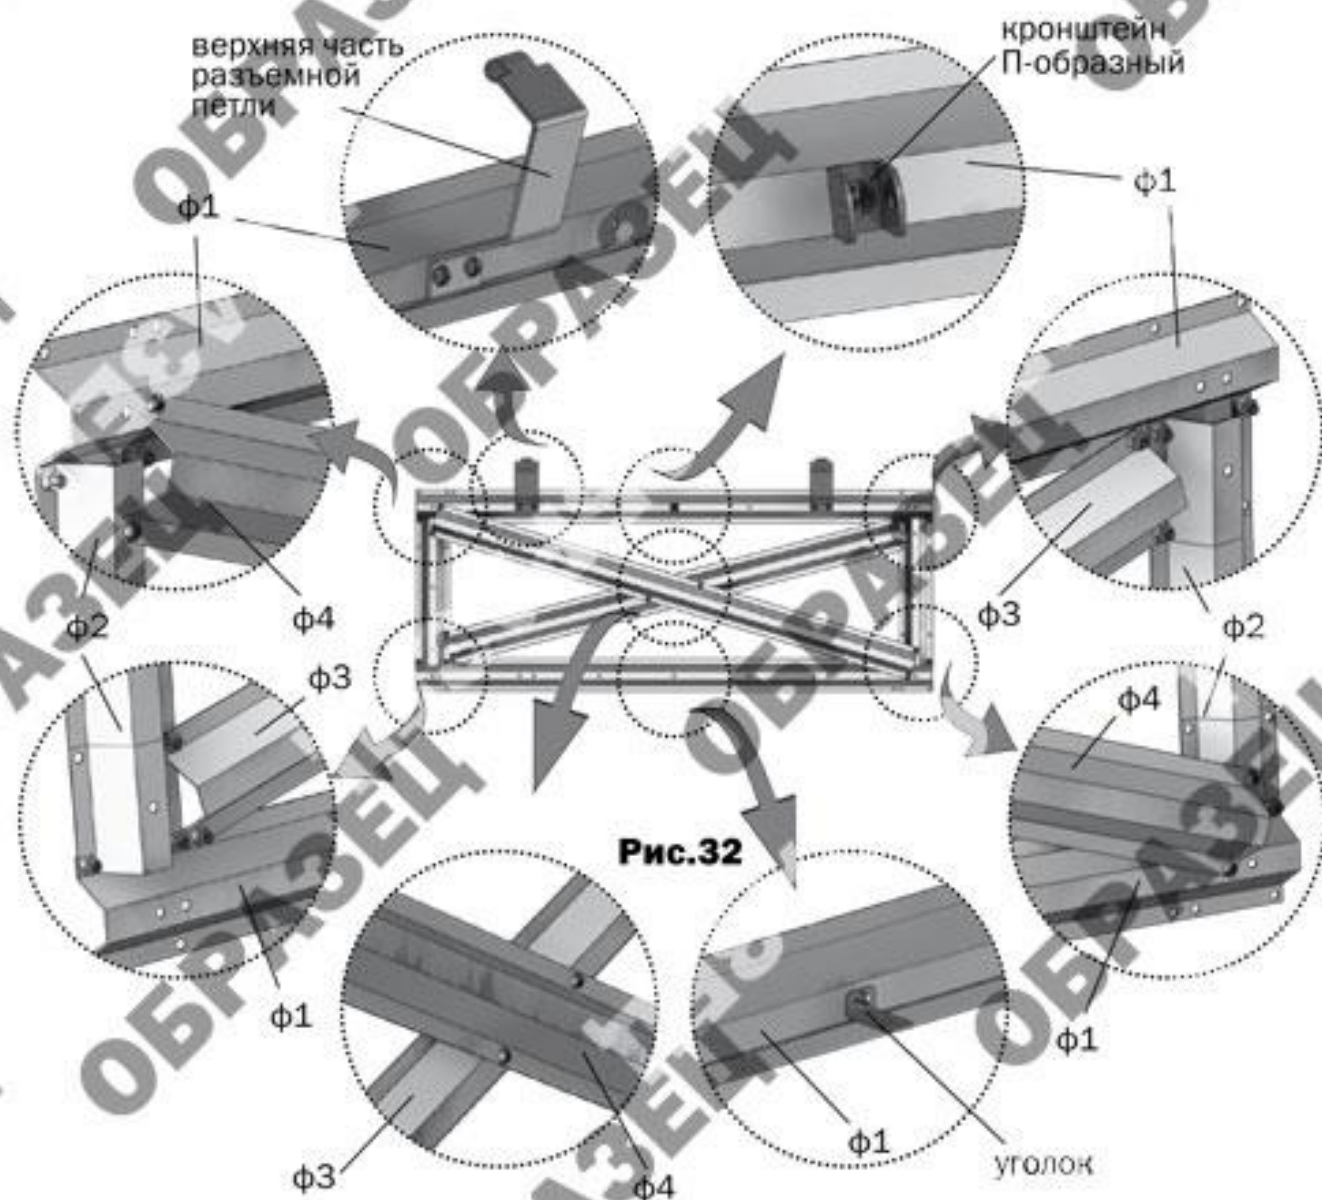

Рис.32
12. Соберите каркас форточки из деталей **ф1, ф2, ф3, ф4** и установите на каркасе верхнюю часть разъемной петли (2 шт.), кронштейн и уголок **рис.32**.